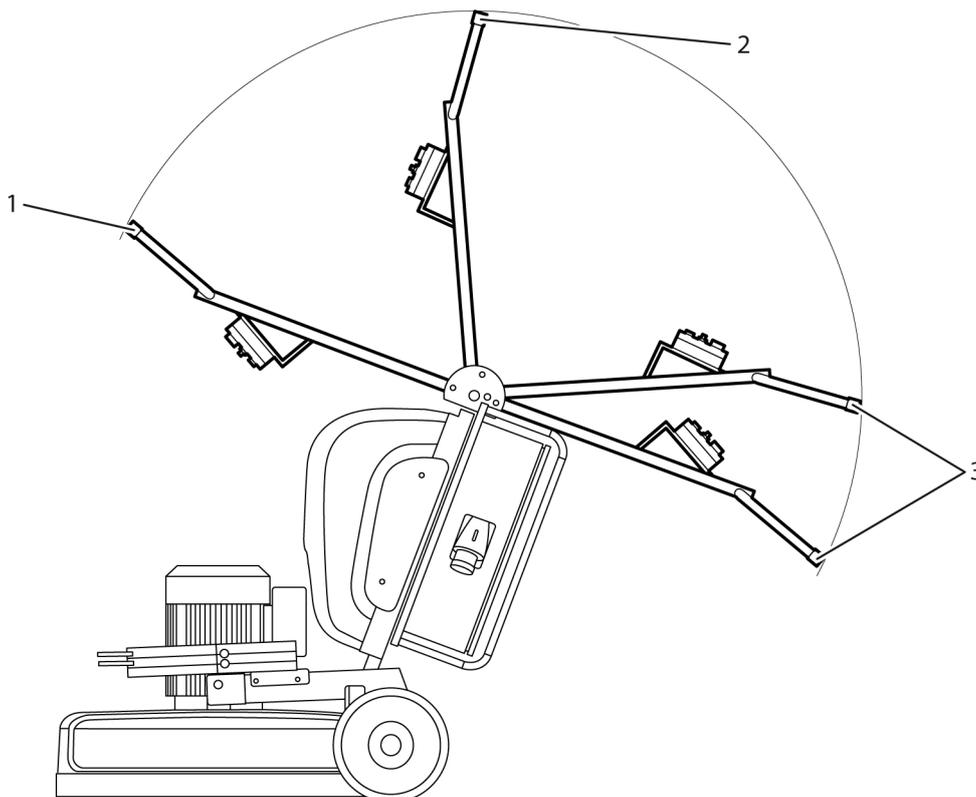

Figure 4-1. Positions d'inclinaison de la poignée
1. Rabattez la poignée en arrière, voir *Figure 4-1, page 13*.
4. Réglez la poignée à la hauteur de travail, voir *Figure 4-1, page 13*.